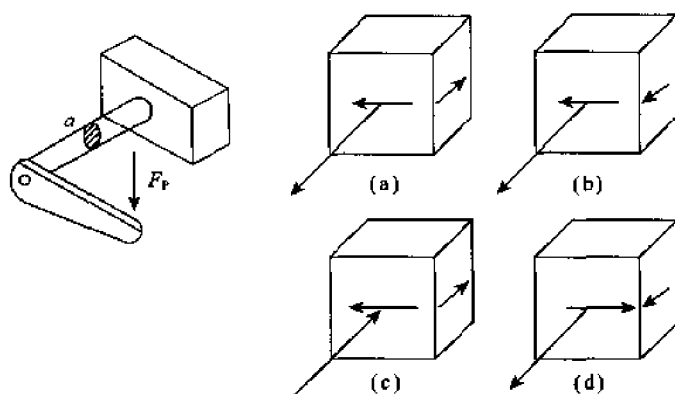

图 8-39
7. 如图 8-39 所示四个单元体中的哪一个是图示拐轴点 a 的初应力状态_____。